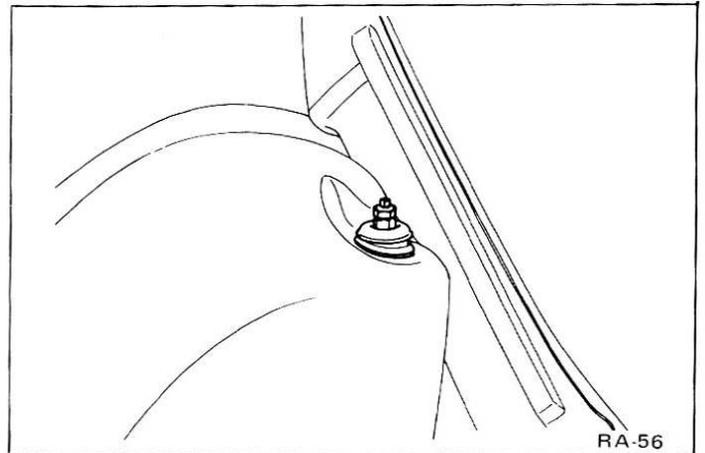

Fig. RA-13 Dépose des écrous supérieurs de l'amortisseur
3. Supporter solidement la partie inférieure du bras de suspension arrière au moyen d'un cric. Déposer les deux écrous de montage (supérieur) de l'amortisseur. Voir figure RA-13.
4. Support solidement la partie inférieure du bras de suspension au moyen d'un cric. Déposer les deux écrous de montage supérieur de l'amortisseur. Voir figure RA-13.